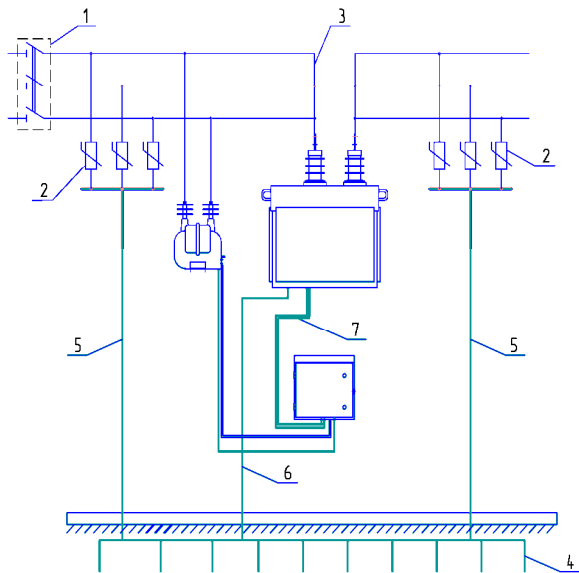
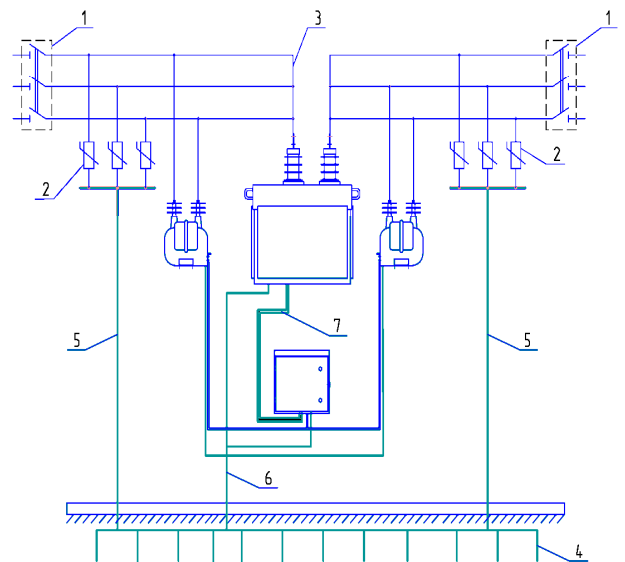

Рис.2. Принципиальная схема включения реклоузера в линию при одностороннем питании
Рис.3. Принципиальная схема включения реклоузера в линию при двустороннем питании
В соответствии со схемой электрической сети (с односторонним питанием или двусторонним) выбирается принципиальная схема включения реклоузера в линию электропередачи (рис.2 и рис.3).
- К рис. 2,3:** 1 – линейный разъединитель